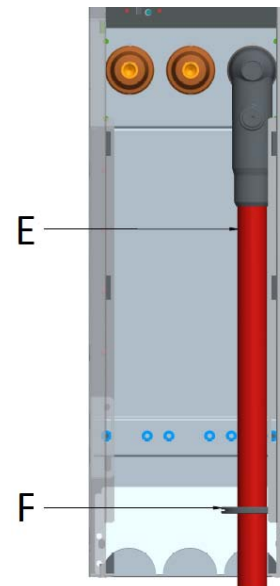

Figure 23: Montage du raccordement de câbles
- Utiliser un couteau aiguisé pour faire une incision en croix dans le caoutchouc (Figure 23 F).
- Glisser le caoutchouc (Figure 23 F) à la hauteur correcte le long du câble.